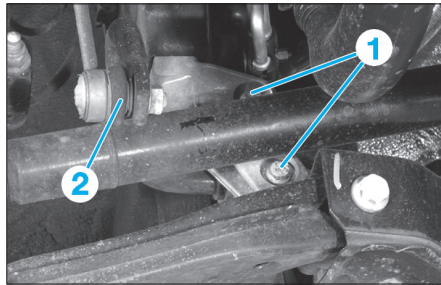

Fig. 6
- dévisser les vis (1) (Fig.6),
- déposer la biellette de barre stabilisatrice (2).